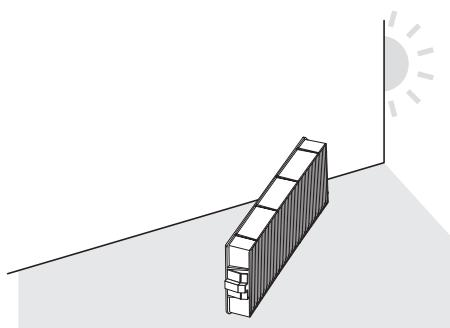

Fig. 2
**3) Sortir le filtre à air. (Fig. 2)**
**2) Séchez le filtre à air. (Fig. 2)**